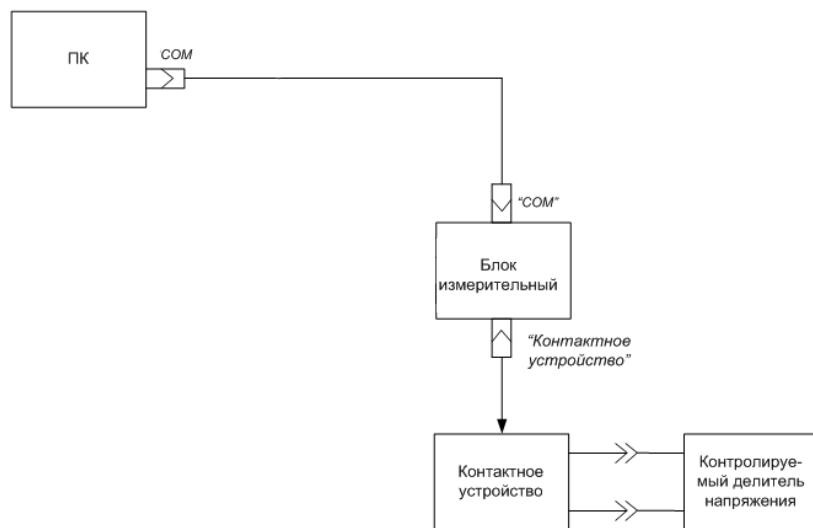

Рисунок 4.
1.5.2 Работа установки поясняется схемой подключения устройств (рисунок 4). Управление работой установки осуществляется персональный компьютер (далее - ПК) в соответствии с программой контроля и командами оператора, вводимыми с клавиатуры ПК.